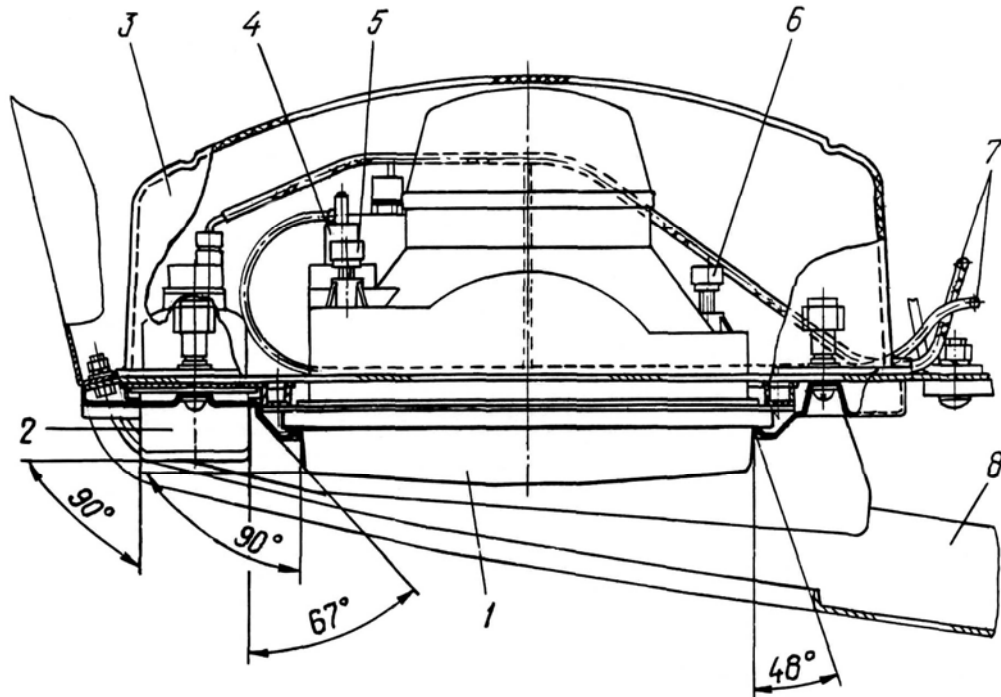

Рис.18. Фара 342,3711:
На автомобиле установлены две головные фары типа 342,3711 (рис.18).
- снять кожухи фар 3 (рис.18);